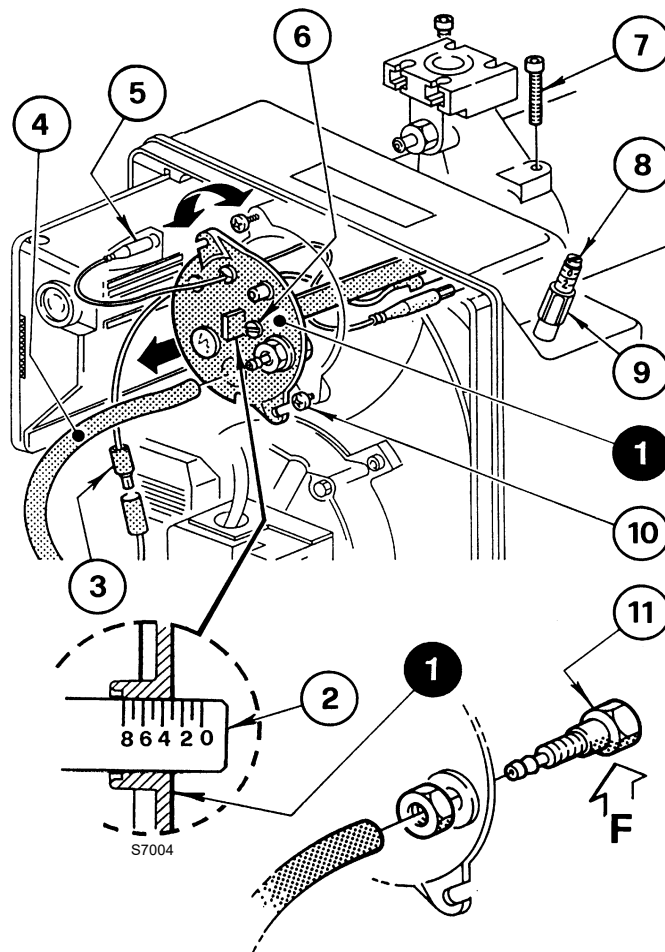

Рис. 13
Регулировка осуществляется путем вращения по или против часовой стрелки регулировочного винта 6) (Рис. 13), пока риска на регулировочной планке 2) не совпадет с внешней плоскостью узла головки 1).
На Рис. 13 регулировочная планка головки откалибрована на метку 3.
Чтобы снять узел головки (Рис. 13), выполните следующие операции:
Выполните монтаж в обратном порядке, устанавливая узел головки 1) (Рис. 13) в исходные положения.
Закрутите винты 7) (Рис. 13), не затягивая их до упора. Затяните их моментом затяжки 3 - 4 Нм.
В случае случайного ослабления штуцера для замера давления 11) (Рис. 13), закрепите должным образом крепление, удостоверившись, что отверстие (F) (Рис. 13) с внутренней стороны головки 1) (Рис. 13) повернуто вниз.